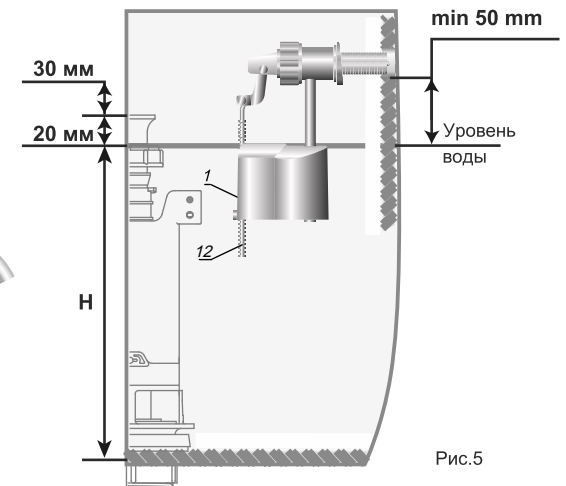

Рис.5
- Для регулировки уровня воды в бачке отсоедините тягу (12) от поплавка (1), переместите поплавок по стойке вверх или вниз и затем вновь присоедините к нему тягу. Минимальное расстояние от отверстия в боковой стенке бачка до уровня воды 50 мм (Рис. 5).
- Трубку перелива (7) установить на расстоянии не менее 30 мм от нижнего края отверстия в стенке бачка (Рис. 5).
- Уровень воды Н установить регулировкой клапана заливного на 20 мм ниже верхнего края трубы перелива (Рис. 5).
- При необходимости обрежьте тягу (12) подручным инструментом на четыре/пять делений ниже места крепления к корпусу перелива.